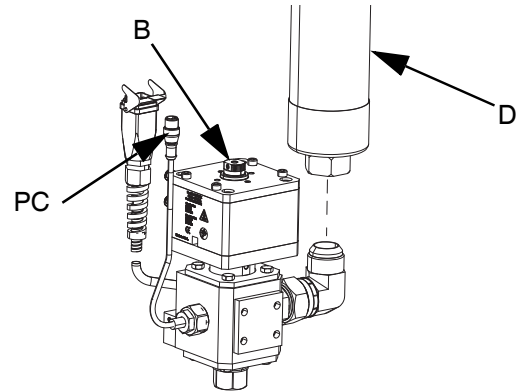

图 21
- 7. 如果使用两条软管，则将供料软管 2 (D) 连接到分配阀 (B) 上的入口接头。如果仅使用一根软管，则将供料软管 1 (C) 连接到分配阀 (B) 上的入口接头。参见图 21。